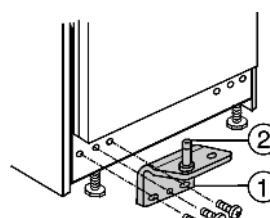

Fig. 9
- ▶ Insérer les axes de charnière Fig. 9 (2) avec une rondelle dans la charnière Fig. 9 (1) de porte inférieure.
- ▶ Visser le support d'appui Fig. 9 (1) avec un couple de serrage de 4 Nm.